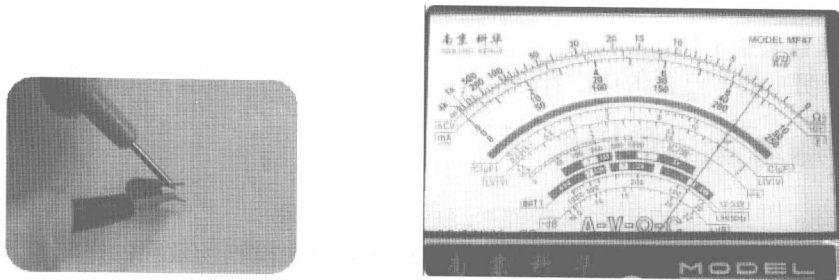

图 2-56 使用指针式万用表检测二极管好坏
步骤④ 如果正、反向电阻值均为 0，说明二极管内部被击穿短路；如果正、反向电阻值相差不大，说明二极管质量太差，不能使用。图 2-56 所示为使用指针式万用表判定二极管好坏。